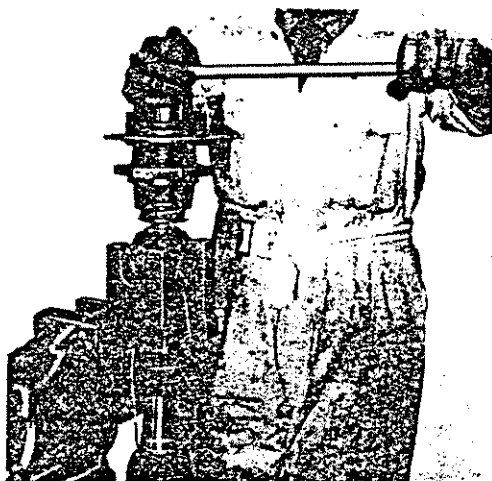
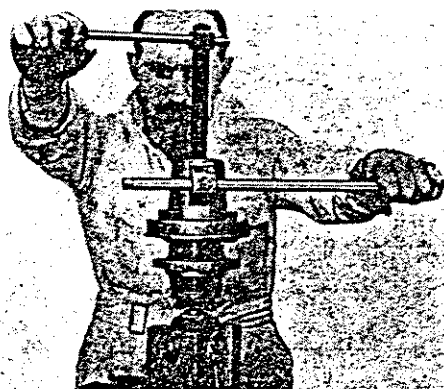

Abb.42
Abb.43
Die Achswelle, wie auf Abb.42 ersichtlich, in die Spannvorrichtung klemmen und die Mutter (40) und Unterlegscheibe (41) entfernen und die Nabe (43) abziehen. Siehe Abb.43. Das Hinternabenlagergehäuse wird mit der Nabe entfernt. Den Keil (55) entfernen und die eindrückbare Buchse (47) ausscheiden; den inneren Nabenlagerkonus (48), die Lagerdistanzhülse (50) und den Steinschutz (51) ausbauen. Die Naben der Sicherungsscheibe (53) freimachen und die Einstellmutter (52) sowie die Gegenmutter (54) um eine komplette Umdrehung zum Kreuzgelenk hindrehen. Das Lagergehäuse (46) unter der Auflagefläche abstützen und den Außenlaufring des inneren Nabenlagers herausdrücken. Der Innensimmerring (49) wird gleichzeitig mitentfernt. Den äußeren Simmerring (44) herausheben und den Außenlaufring (45) des äußeren Nabenlagers entfernen. Den äußeren Nabenlagerkonus (45) mit dem Werkzeug Nr. S4221A-16 von der Nabe abziehen.